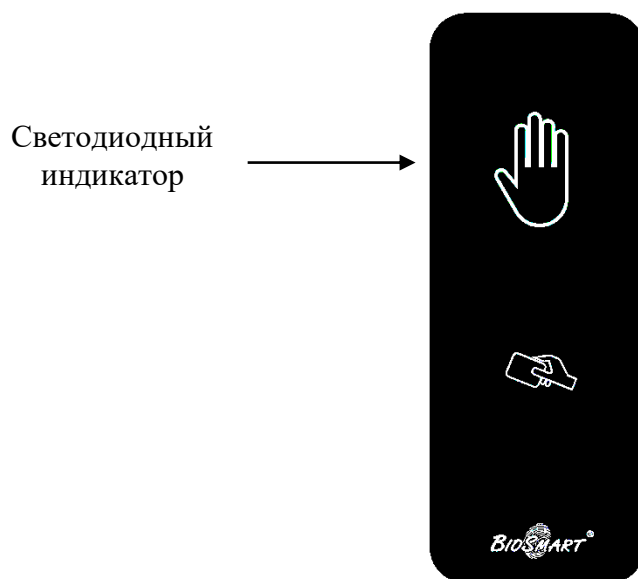

Рисунок 3 – Светодиодный индикатор считывателя
1.4.4 Светодиодный индикатор (см. рисунок 3) отображает текущее состояние работы считывателя.